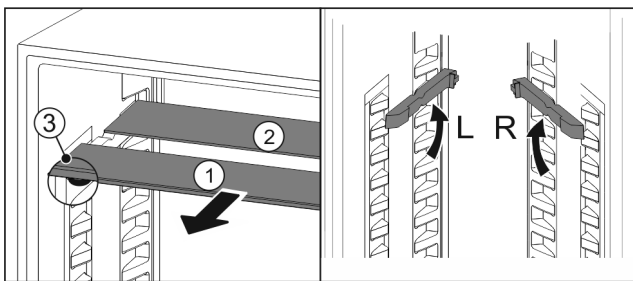

Fig. 71
- Посуньте Fig. 71 (1) скляну панель вперед.
- ▷ Скляна панель Fig. 71 (1) з декоративною планкою лежить спереду.
- ▷ Стопори Fig. 71 (3) показують вниз.